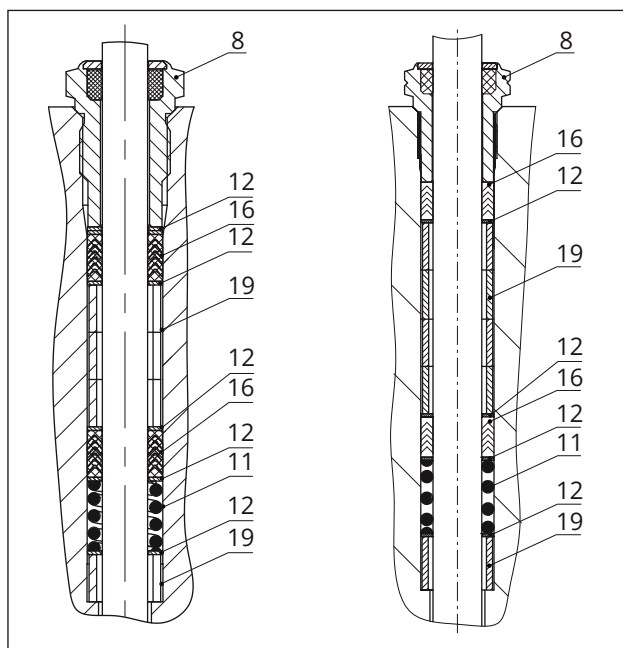

Fig. 25: Pacco premistoppa standard: DN 15...40/NPS ½...1½ (sinistra) e DN 50...100/NPS 2...4 (destra)
12. Con un attrezzo idoneo infilare con cautela i componenti del premistoppa attraverso l'asta dell'otturatore nello spazio del premistoppa. Per il posizionamento corretto, vedere Fig. 25.
13. Premere l'otturatore (5) stretto nel sedglio (4). Fissare la flangia (2) con i dadi dell'alloggiamento (14). Serrare gradualmente a croce i dadi dell'alloggiamento. Rispettare le coppie di serraggio.
14. Avvitare e stringere la boccola filettata (8). Rispettare le coppie di serraggio.
15. Posizionare il castello (3) sulla flangia (2) e serrare con il dado a corona (92).
16. Avvitare il controdado (10) e il dado del raccordo (9) sull'asta dell'otturatore senza serrare.
13. Premere l'otturatore (5) stretto nel seggio (4). Fissare la flangia (2) con i dadi dell'alloggiamento (14). Serrare gradualmente a croce i dadi dell'alloggiamento. Rispettare le coppie di serraggio.